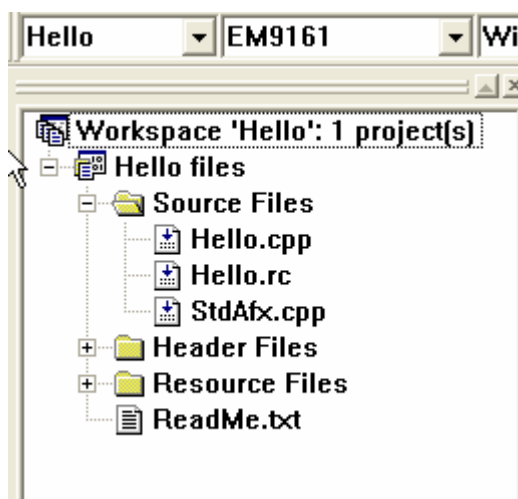

图 4-5 工程 hello 中的文件
5、eVC 的文件管理、编辑方式和 VC 一样。图 4-5 所示是 hello 中的文件。